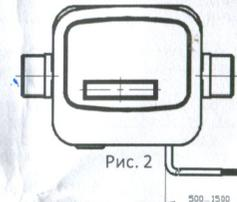

Рис. 2
8.5 По желанию потребителя длина шнура для счетчика газа с импульсным выходом может устанавливаться от 500 до 1500 мм (рис. 2).